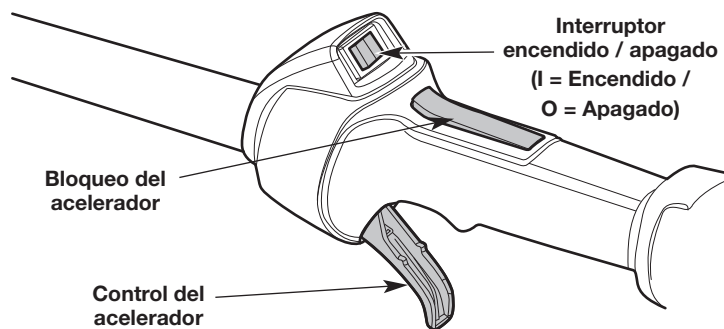

Fig. 11
NOTA: No hay necesidad de encender la unidad. El interruptor de Encendido/Apagado debe estar en la posición **Encendido (I)** en todo momento (Fig. 11).
3. Oprima y mantenga apretado el bloqueo del acelerador (Fig. 11). Apriete y mantenga oprimido el control del acelerador (Fig. 11).
2. Oprima y mantenga apretado el interruptor de encendido/apagado en la posición **Apagado (O)** hasta que el motor se pare por completo (Fig. 11).
4. Oprima y mantenga apretado el bloqueo del acelerador (Fig. 11). Apriete y mantenga oprimido el control del acelerador (Fig. 11).